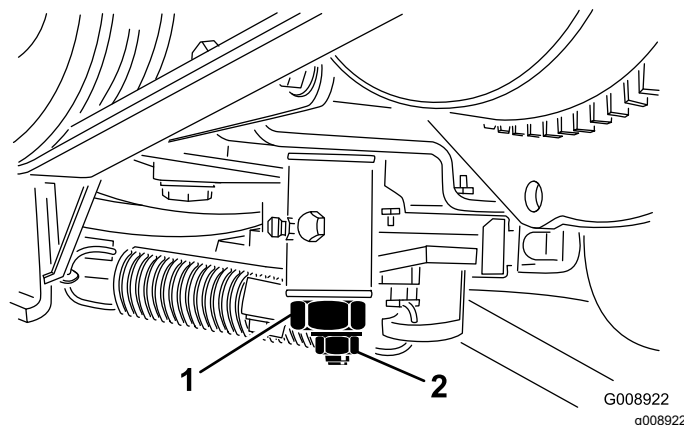

Figura 57
4. Serrate il dado di bloccaggio sulla camma di regolazione della trazione. (Figura 57).